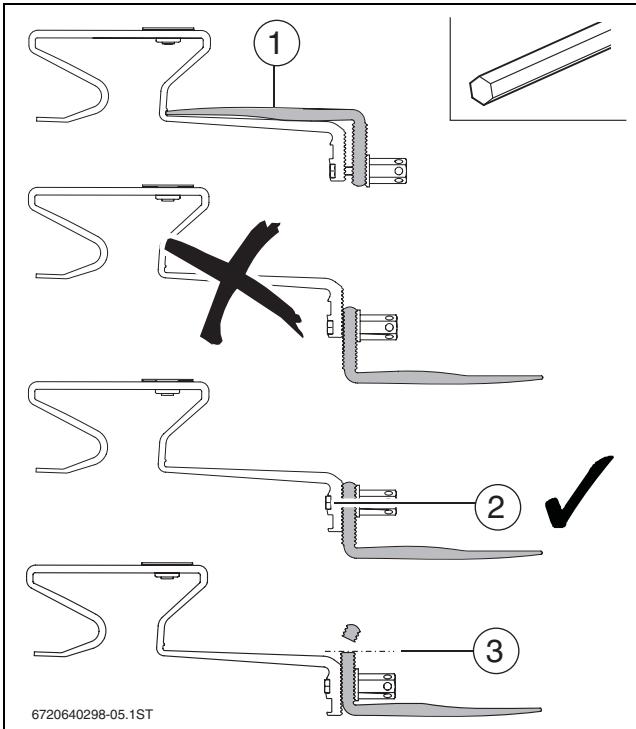

Bild 20
- ▶ Wenn die Dachziegel- und Dachlattenstärke zusammen 70 mm übersteigt, Dachhaken als Sparrenanker (→ Bild 20) verwenden.